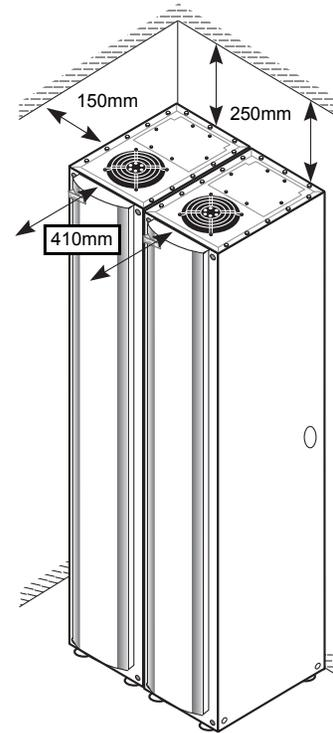
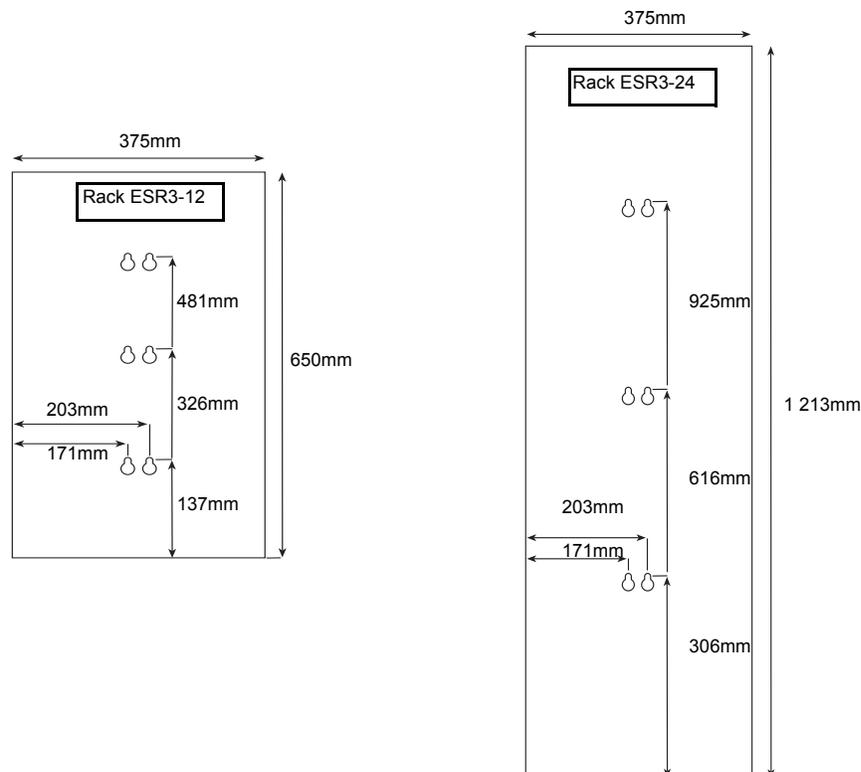

Figure 1: Dégagements pour les racks Sensor3
Figure 2: Schéma de perçage pour les racks ESR3-12 et ESR3-24 à montage mural
Étape 1: Déterminez où votre rack sera installé grâce à la Figure 1: Dégagements pour les racks Sensor3 page 4 et servez-vous du schéma qui convient à la Figure 2 pour marquer les perçages nécessaires au montage.
Étape 1: Déterminez où votre rack sera installé grâce à la Figure 1: Dégagements pour les racks Sensor3 page 4 et servez-vous du schéma qui convient à la Figure 3 pour marquer les perçages nécessaires au montage.
- Pour les racks ESR3-12 ou ESR3-24, consultez le schéma de la Figure 2 pour savoir où installer vos fixations.
Étape 1: Marquez la position des trous sur le mur en suivant les indications de la Figure 2: Schéma de perçage pour les racks ESR3-12 et ESR3-24 à montage mural page 5.
Étape 1: Déterminez la position de votre rack à l'aide de la Figure 1: Dégagements pour les racks Sensor3 page 4.